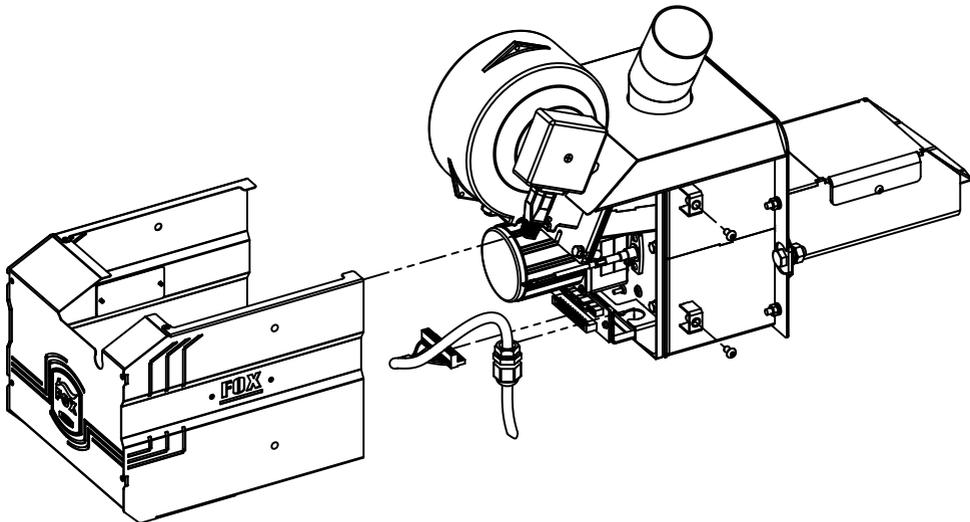

Рис. 14 Подключение кабеля управления к приставной пеллетной горелке
6.4.2. Подключение пеллетной горелки к пульта управления осуществляется с помощью кабеля с разъёмом, см. (Рис.14). Для подключения горелки отвинтите крепежные винты и снимите кожух горелки. Далее необходимо сальник, имеющийся на кабеле установить в специальный кронштейн на корпусе горелки и зафиксировать его гайкой. После этого разъем XS1 присоединить к ответной части на плате коммутации.